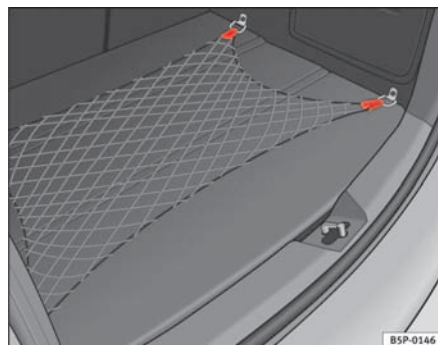

Fig. 105 Rede porta-objectos do porta-bagagens
- Utilize as anilhas de fixação existentes nas partes laterais do porta-bagagens para fixar o porta-objectos ⇒ fig. 105.